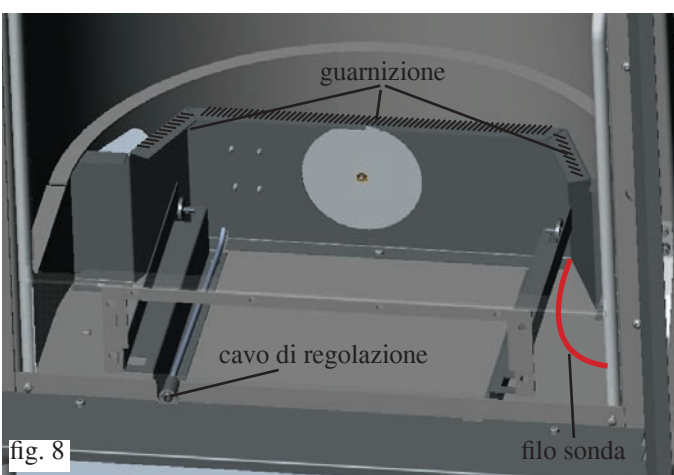

fig. 8
- Il cavo di regolazione va inserito nel foro anteriore sotto il cassetto cenere (fig. 8 - pag. 11), e fissato in posizione mediante anello elastico fornito in dotazione.
- Prima di riposizionare il piano fuoco verificare lo stato di usura della guarnizione (eventualmente sostituirla) e inserire la guarnizione sul perimetro della piastra di fissaggio della valvola termostatica (fig. 8 - pag. 11).